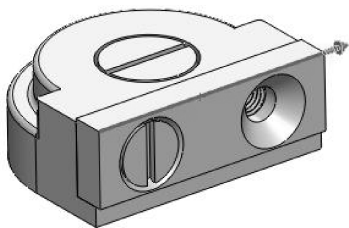

图 7-48 选择阵列参考方向
- 11 在【装配体】选项卡中单击【线性零部件阵列】按钮 ，属性管理器中显示【线性阵列】属性面板。然后在钳口板选择一边线作为阵列参考方向，如图 7-48 所示。